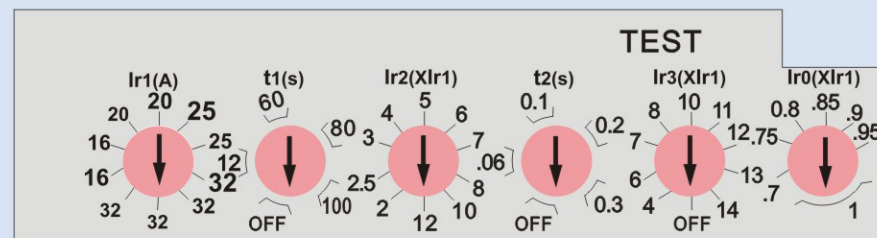
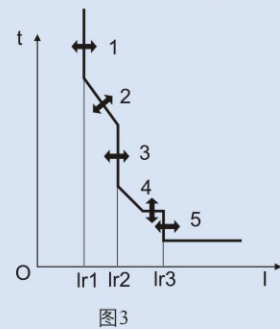

图2
图3
7.1、HSM2E-100, In=32A电子式脱扣器见图2、图3